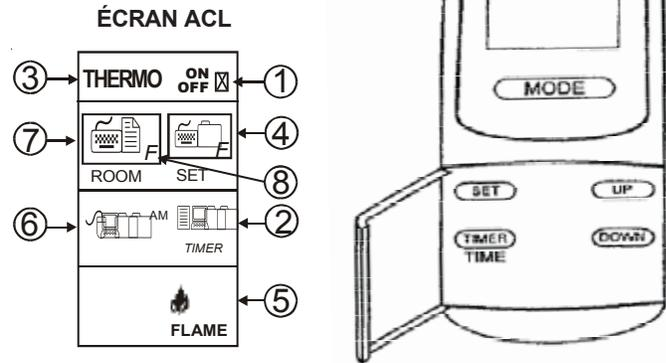

Figure 5. Écran ACL du transmetteur
Insérez les deux piles AAA de 1,5 V dans le compartiment à piles à l'arrière du transmetteur. Si les piles sont bien placées, des chiffres apparaîtront à l'écran (voir la figure 5 pour l'affichage sur l'écran ACL).
Pour utiliser le système, appuyez sur le bouton MODE du transmetteur (figure 5) pour choisir le MODE de fonctionnement désiré.
1. Appuyez sur le bouton « TIMER/TIME » du transmetteur et tenez-le enfoncé pendant au moins deux secondes. Le chiffre des heures se mettra à clignoter (voir la figure 5, n° 6).
2. Appuyez sur le bouton « setting » et le °F sur l'écran ACL se mettra à clignoter (voir la figure 5, n° 4).
1. Appuyez sur le bouton « TIMER/TIME » du transmetteur et relâchez-le. Vous verrez « TIMER » et 0:15 clignoter à l'écran (voir la figure 5, n° 2).